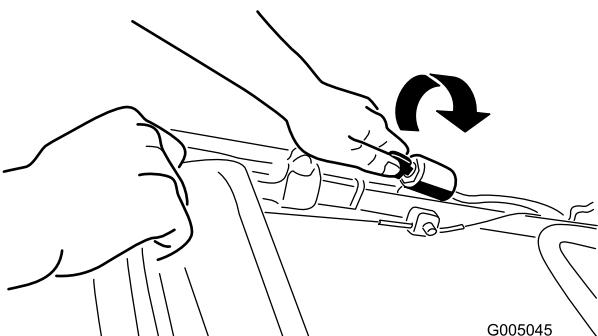
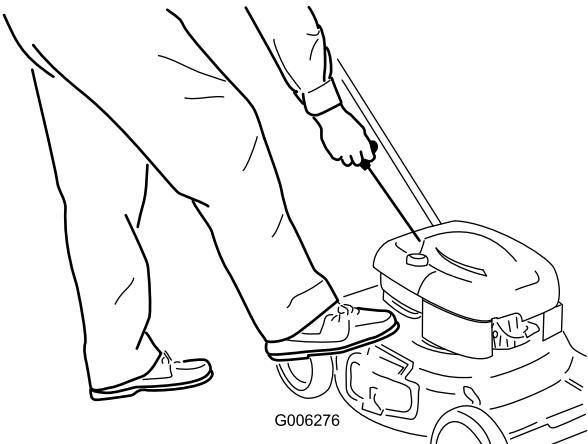

Figura 15
Figura 16
1. Haga girar la llave de contacto (Figura 15) o tire del arrancador de retroceso (Figura 16).